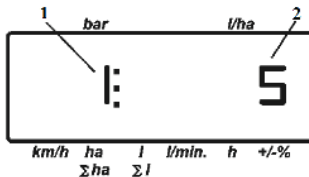

Рисунок 4.9 – Дисплей бортового компьютера:
1. Нажать клавишу  (отображается актуальное количество форсунок для распределительной линии 1) – рисунок 4.9.